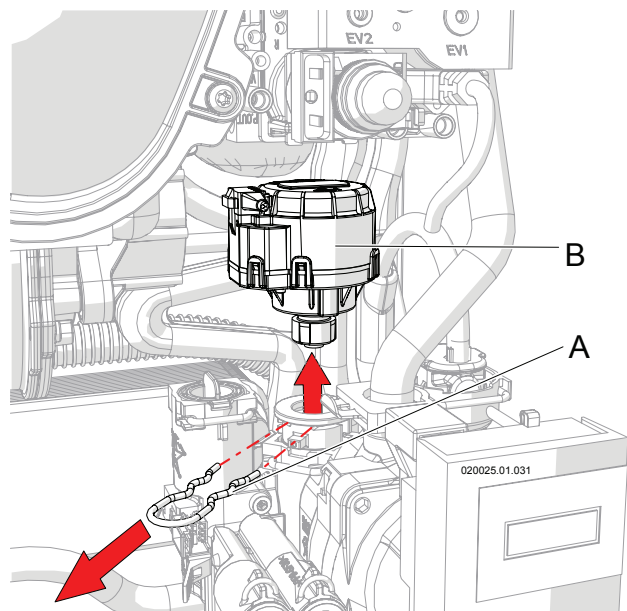

Figure 8-13 - Démontage du servomoteur
Procéder comme ci-dessous en se référant à la figure 8-13 :
- 3.- extraire vers l'extérieur la fourche de tenue « A » de la Figure 8-13
- 4.- extraire vers le haut le servomoteur « B » de la Figure 8-13